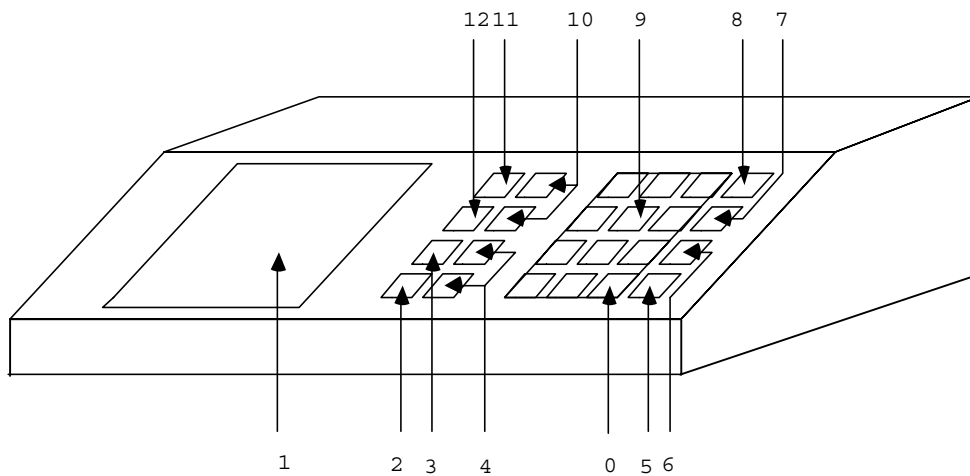

Fig. 1
- On accède à la deuxième fonction inscrite au bas de la touche, en pressant la touche "fonction basse" ou "shift"  (5 sur Fig. 1) et, en même temps, la touche désirée.
- La troisième fonction des touches est la saisie des caractères alphabétiques. On y accède en pressant la touche de sélection alphabétique / numérique "alpha"  (8 sur Fig. 1). Un voyant s'éclaire alors dans la touche pour indiquer le passage en mode alphabétique. On retourne au mode numérique par une nouvelle pression sur la touche "alpha". En mode "alpha", il est aussi possible d'utiliser la touche "shift".
Les touches   (10 sur Fig. 1) servent à monter ou descendre d'une ligne à l'édition ou dans les menus. Elles permettent de passer d'un écran à l'autre dans l'affichage des statistiques d'une cote.
Les touches   (4 sur Fig. 1) servent à monter ou descendre d'une page pendant l'édition. Elles permettent de passer d'une cote à l'autre dans l'affichage des statistiques.
La touche  (11 sur Fig. 1) efface une valeur en vue de sa modification.
La touche  (12 sur Fig. 1) efface un à un les caractères sur la ligne de saisie.
La commande  (7 sur Fig. 1) permet d'imprimer les mesures et les statistiques sur une imprimante. La commande  (6 sur Fig. 1) permet d'envoyer les résultats par l'interface RS232.
La commande  (2 sur Fig. 1) déclenche les mesures. Si des cotes dynamiques ont été définies, un voyant rouge s'allume pour indiquer une mesure dynamique en cours. Un nouvel appui sur cette touche termine la mesure dynamique. Une impulsion lumineuse du voyant indique la lecture d'un instrument, lorsque l'option est présente.